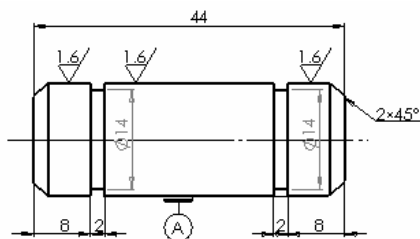

图 15-20 添加基准符号
④ 设置完成后，移动光标到需要添加基准特征的位置单击，然后拖动鼠标到合适的位置再次单击即可完成标注，单击 $\checkmark$ 按钮即可在图中添加基准符号，如图 15-20 所示。